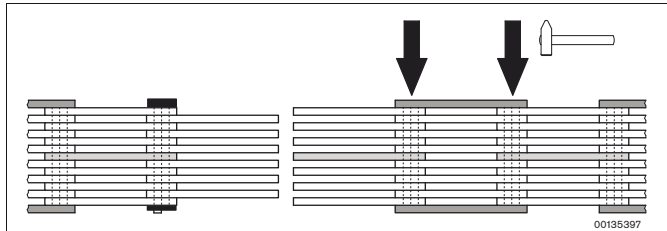

Fig. 11 : Raccourcissement : rupture du cordon de soudure
2. **Raccourcissement** : mesurer la longueur du bout de chaîne que vous souhaitez enlever, et rompre le cordon de soudure à l'endroit souhaité **d'un seul côté** d'un coup de marteau sur le côté frontal des pivots (voir Fig. 11).